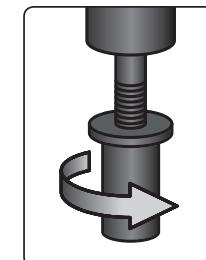

Fig. 4
- 4) Ajuste la rotación del portabrocas en sentido horario y deje de sujetar el adaptador con la mano para que pueda girar libremente. A continuación, sujetela tuerca de remache con una mano y enrosque el eje central roscado del adaptador en ella (Fig. 4). La tuerca de remache debe enroscarse en el eje en la orientación que se muestra en la Fig. 4; de lo contrario, no se podrá tirar de la tuerca de remache.